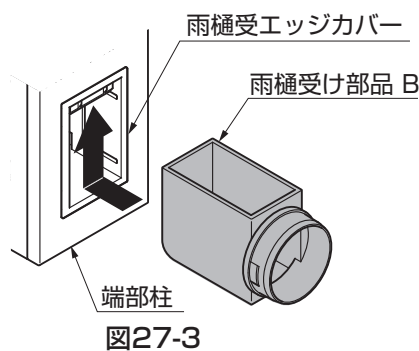

図27-3
- ②雨樋受け部品 Bを端部柱にはめ込み、上に少し持ち上げてください。(図27-3参照)